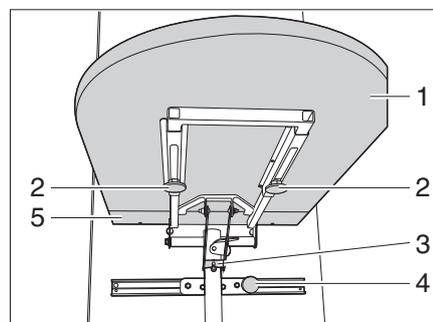

Bild 41 Klappptisch, Tischfußaufnahme
- Zwei Rändelschrauben (Bild 41,2) lösen und Tischplatte (Bild 41,1) nach vorne schieben.
- Tischplattenverlängerung (Bild 41,5) von der Tischplatte abnehmen.
- Tischplatte nach oben heben und Stütze (Bild 41,3) aushängen.
- Tischplatte (Bild 41,1) nach unten schwenken.
- Rändelschraube (Bild 41,4) lösen und Klappstisch in gewünschte Position verschieben.
- Rändelschraube (Bild 41,4) wieder anziehen.